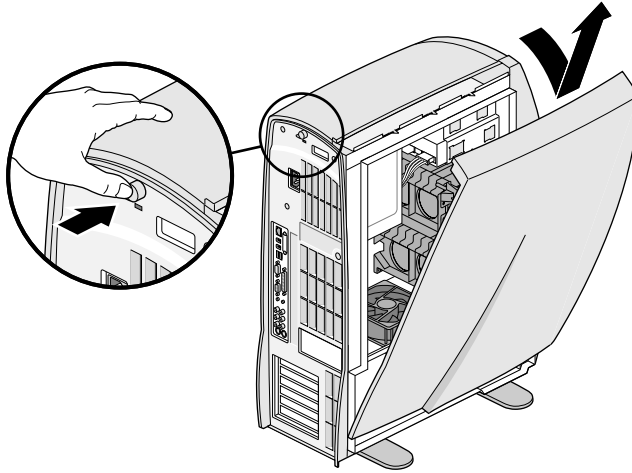

Figure 2-4 Ouverture du système
5. Retirez le volet latéral en le dégageant du châssis, puis en le tirant vers le haut (voir Figure 2-4).